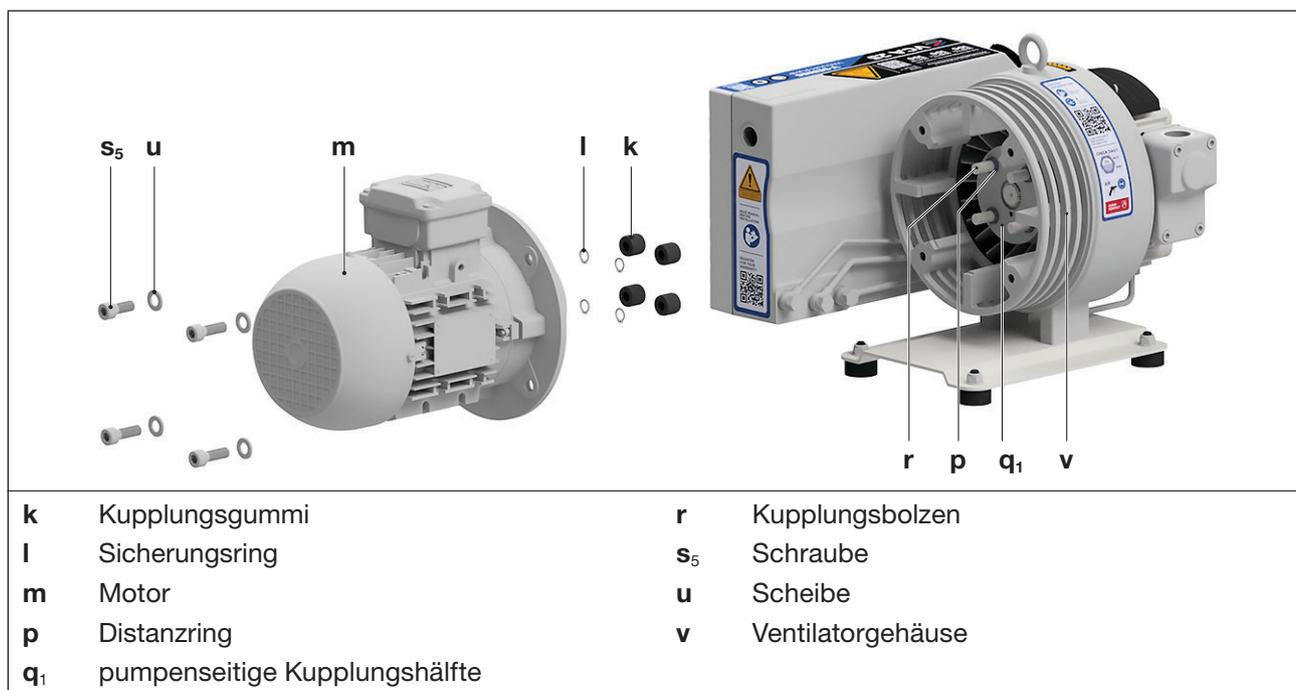

Abb. 9 Kupplung
- Die Schrauben (Abb. 9/s5) am Motorflansch (Abb. 9/n) lösen.
- Motor (Abb. 9/m) mit motorseitiger Kupplungshälfte vom Ventilatorgehäuse (Abb. 9/v) axial abziehen.
- e) Kupplungsgummis (Abb. 9/k) auf Beschädigung und Verschleiß prüfen und gegebenenfalls tauschen. Dazu die Sicherungsringe (Abb. 9/l) und die verschlissenen Kupplungsgummis (Abb. 9/k) von den Kupplungsbolzen (Abb. 9/r) abziehen und neue Kupplungsgummis mit den Sicherungsringen auf die Kupplungsbolzen aufstecken. Dabei die Distanzringe (Abb. 9/p) an den Kupplungsbolzen belassen.
- f) Motor mit motorseitige Kupplungshälfte wieder axial aufstecken und mit den Schrauben (Abb. 9/s5) am Ventilatorgehäuse (Abb. 9/v) befestigen. Anzugsmoment: 50 Nm